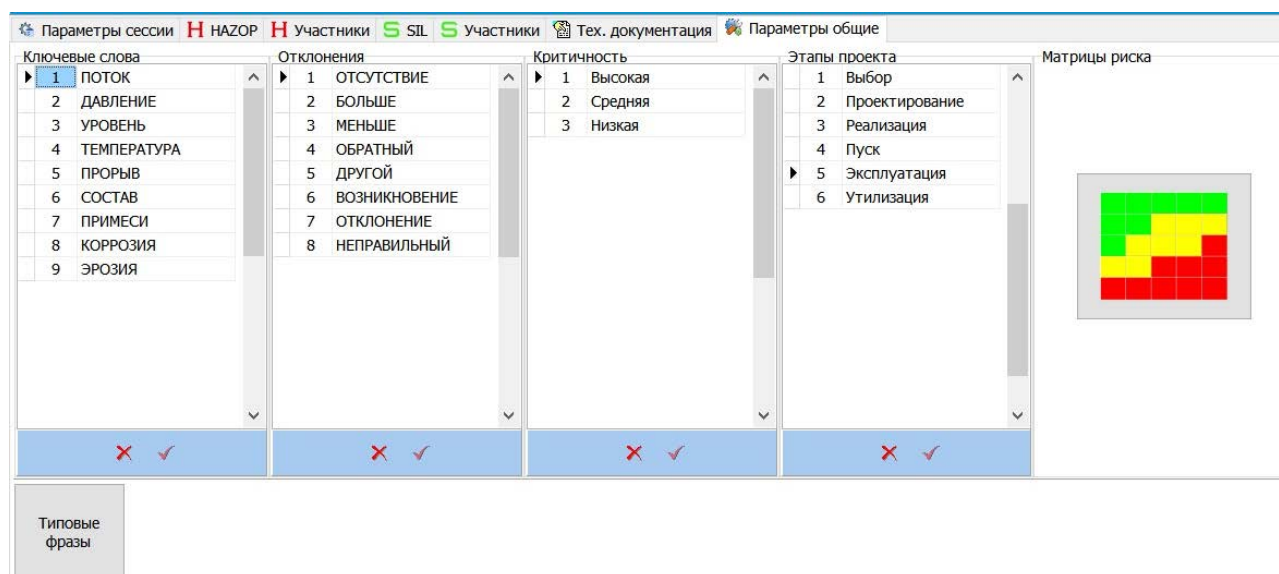

Рисунок 6.1 – Вкладка «Параметры общие» в главном окне ПК «ТБ-HAZOP+SIL 2.0»
ПК «ТБ-HAZOP+SIL 2.0» поддерживает следующие виды справочников, которые применяются при проведении исследования HAZOP (см. рисунок 6.1):
3. Внесите необходимые данные в справочник и сохраните внесенные изменения щелкнув левой кнопкой мыши по кнопке «✓» (Записать), которая расположена на голубом поле под справочником (см. рисунок 6.1).
2. Внесите необходимые изменения в справочник и сохраните их щелкнув левой кнопкой мыши по кнопке «✓» (Записать), которая расположена на голубом поле под справочником (см. рисунок 6.1).
2. Нажмите кнопку «✗» (Удалить), которая расположена на голубом поле под справочником (см. рисунок 6.1).
Настройка общего словаря выполняется в окне «Словарь ускоренного редактирования (общий словарь)». Для вызова этого окна щелкните левой кнопкой мыши по кнопке «Типовые фразы» (см. рисунок 6.1) на вкладке вкладки « Параметры общие».